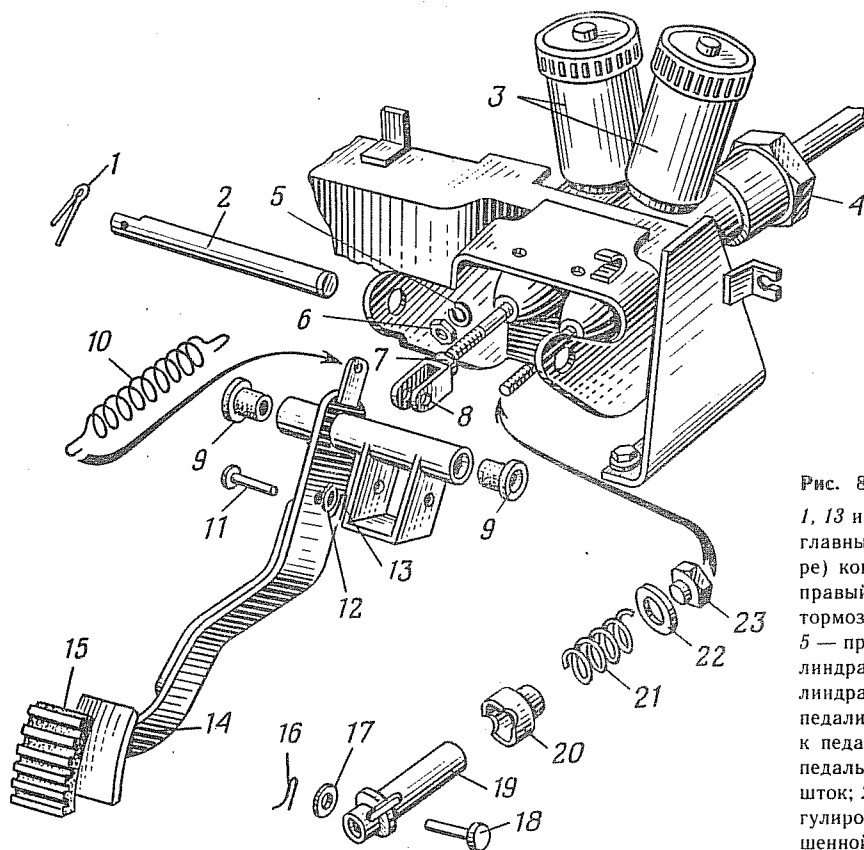

Рис. 84. Привод главных тормозных цилиндров:
1.2. Вывернуть соединительную гайку 4 (рис. 84) крепления трубки гидропривода к штуцеру цилиндра и отсоединить трубку от цилиндра. Установить в отверстие трубки технологическую заглушку (ключ 12, технологическая заглушка).
3.2. Вывернуть соединительную гайку 4 (рис. 84) крепления трубки гидропривода к штуцеру цилиндра и отсоединить трубку от цилиндра. Установить в отверстие трубки технологическую заглушку (ключ 12, технологическая заглушка).
- 4.2. Навернуть на толкатель устанавливаемого цилиндра до упора гайку 23 (рис. 84), установить шайбу 22, пружину 21, упорную шайбу 20 и навернуть шток 19 до упора в гайку 23. Удерживая шток 19 от провертывания (при совмещенных вырезах штока и шайбы 20), застопорить его на толкателе гайкой 23 (ключ 27).
6.2. Снять оттяжную пружину 10 (рис. 84) педали 14 тормоза (плоскогубцы 150).
7.1. Установить в педаль 14 (рис. 84) втулки 9 и смазать их внутреннюю поверхность графитной смазкой (наставка, молоток 500 г).